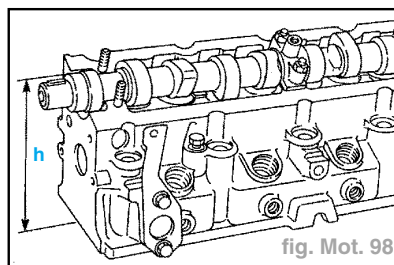

fig. Mot. 98
- Vérifier que la cote h corresponde aux valeurs prescrites (fig. Mot. 98) :